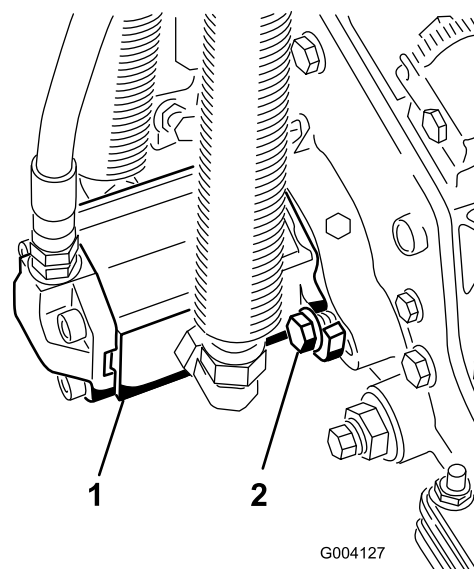

Figure 31
3. Montez le moteur en le tournant dans le sens horaire jusqu'à ce que les brides passent les boulons (Figure 31).